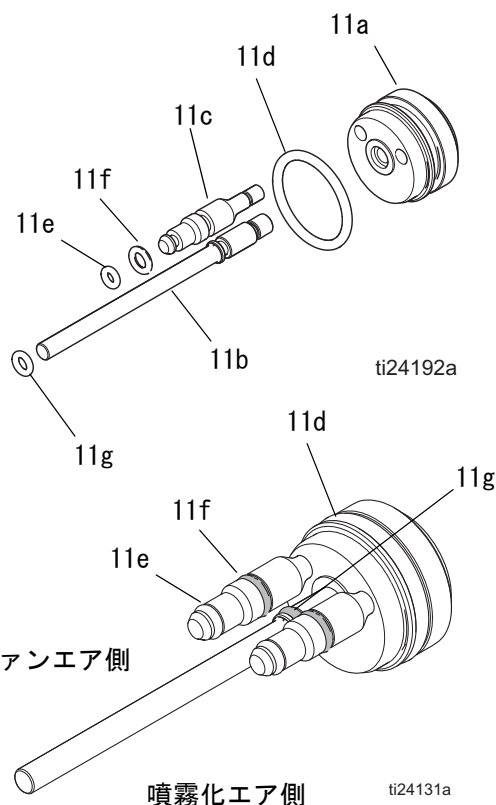

図 33. ピストンの O リング
4. ピストンキャップ (13) とスプリング (12) をガンの後部から取り外します。
5. ピストンロッド (11) を押して、ピストンをガンの後部から押し出します。
6. O リング (11d、11e、11f、11g) に損傷がないか検査します。表 3、図 33 を参照してください。
8. 2 本のステム (11c) をガン本体の穴に合わせて、ピストンアセンブリをガンの下部まで押し戻します。ピストンキャップ (13) とスプリング (12) を取り付けます。